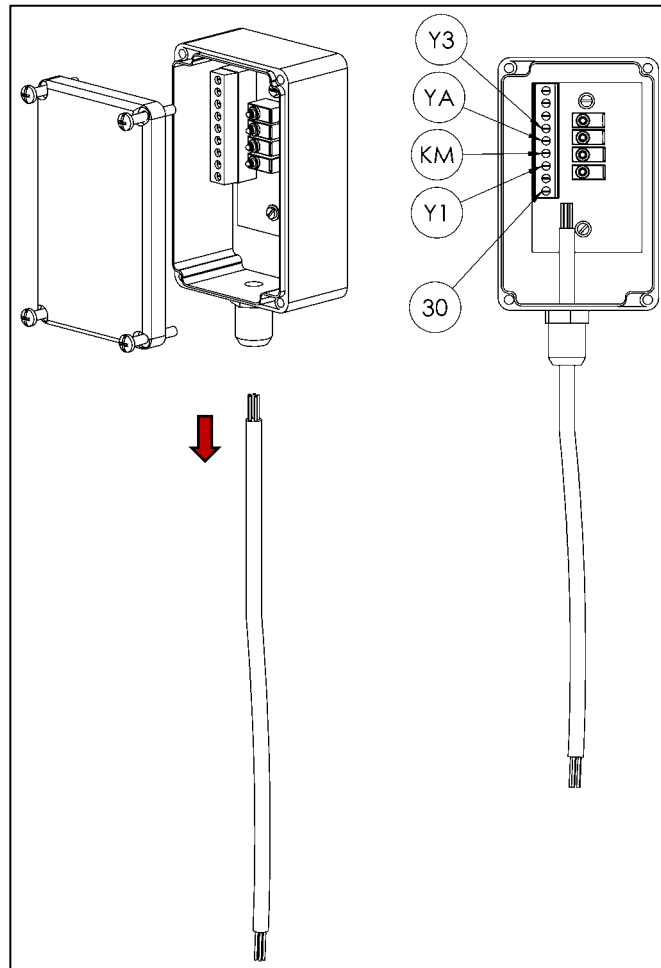

Abbildung 41
- Service Switch-Box vom Kabel durch lösen der Schraubklemmanschlüsse im Gehäuse trennen (siehe Abbildung 41).
- Service Switch wieder an das verlegte Kabel anklemmen wie in Abbildung 41 beschrieben